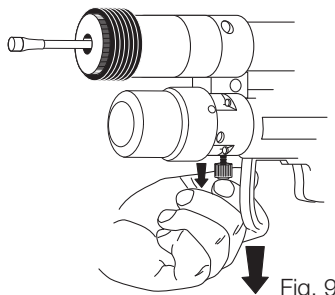

Fig. 9
3. Tirare il dado di protezione verso il basso fino allo sblocco dell'attrezzatura, come indicato nella Fig. 9.